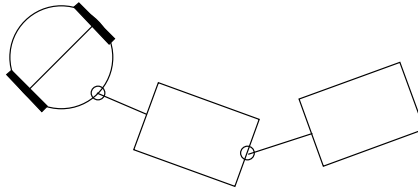

FIGURE 1 – Robot avec remorques
1. Soit un robot mobile circulaire tractant deux remorques. Chaque remorque est liée au corps précédent par l'intermédiaire d'une liaison rotoïde comme représenté sur la figure 1.